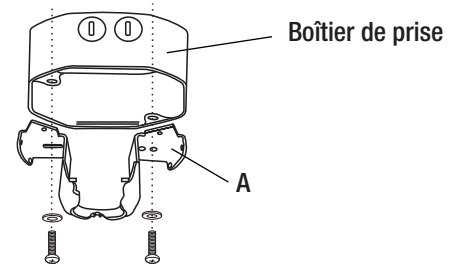

Figure 7
- Fixer le support de montage à la boîte de sortie au plafond, comme l'illustre la figure 7, à l'aide de deux vis et de rondelles (non fournies). Vérifier si le support de montage est de niveau. Il pourrait être nécessaire d'insérer d'autres rondelles (non fournies) entre la boîte de sortie et la plaque de montage pour la mettre de niveau.